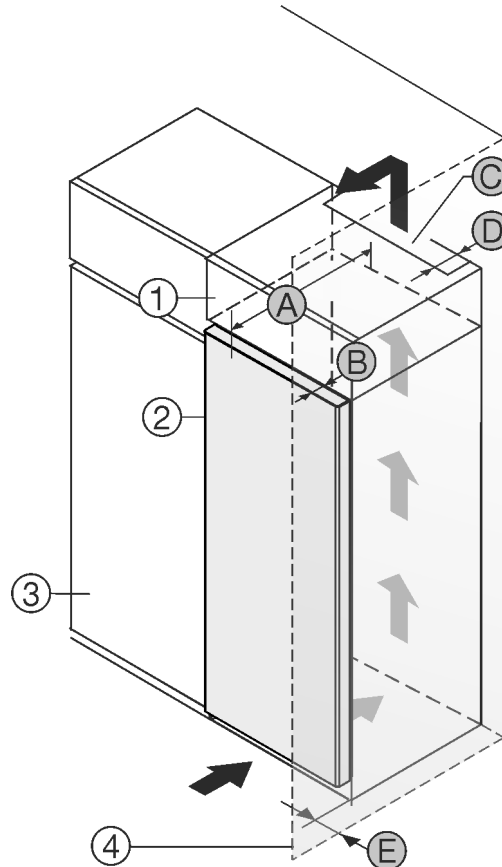

Fig. 1
- (1) Uždedama spintelė *
- (2) Prietaisas *
- (3) Virtuvės spinta *
- (4) Sieną *
- (A) Prietaiso gylis *
- (B) Durų gylis *
- (C) Vėdinimo angos skerspjūvis *
- (D) Atstumas iki galinės prietaiso pusės *
- (E) Atstumas iki prietaiso pusės *
Prietaisą galite statyti iš karto šalia virtuvės spintelės Fig. 1 (3).*
Galinėje uždedamos spintelės pusėje turi likti tarpas ventiliacijai, kurio gylis Fig. 1 (D) būtų per visą uždedamos spintelės plotį.*
Po patalpos lubomis turi būti laikomasi vėdinimo angos skerspjūvio Fig. 1 (C).*
Jei prietaisas su lankstais statomas greta sienos Fig. 1 (4), mažiausias atstumas tarp prietaiso ir sienos turi būti 13 mm.*
Kad durys atsidarytų iki galo, palyginti su šaldytuvo priekiu, prietaisas turi išsikišti bent per savo durų gylį *Fig. 1 (B)*. Priklausomai nuo virtuvės spintelėlių *Fig. 1 (3)* gylio ir atstumo iki sienos nustatančių detalių naudojimo, prietaisas gali išsikišti daugiau.*